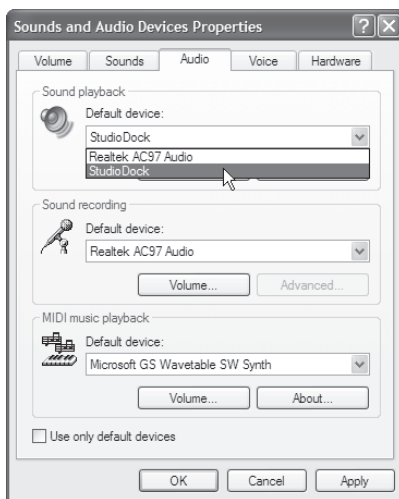

Abb. 11
3. Normalerweise sollte man den StudioDock als Standardgerät mit maximalem Pegel wählen. Stellen Sie den StudioDock unter "Sounds und Audiogeräte" der Systemsteuerung als Standardwiedergabegerät ein (Abb. 11).